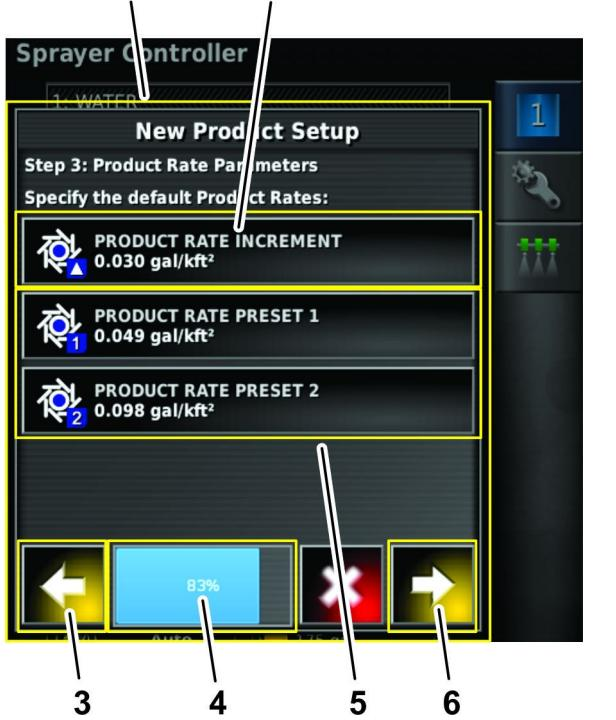

Figura 32
- Ajuste un caudal que aumente o reduzca los caudales preajustados de aplicación 1 y 2 pulsando el icôno PRODUCT RATE INCREMENT (Incremento de caudal de producto) (Figura 32).
- Pulse los iconos PRODUCT RATE PRESET 2 (caudal de producto preajustado 1) o PRODUCT RATE PRESET 2 (caudal de producto preajustado 2) para ajustar los caudales de aplicación de producto preajustados del siguiente modo: (Figura 32).